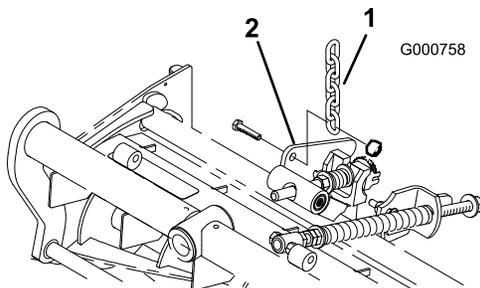

図 6
12. ターフ補正スプリングのブラケットをカuttingユニット・スタビライザの耳に止めているナットを外す(図 6)。チェーンをキャップスクリュに通し、外したナットで固定する。